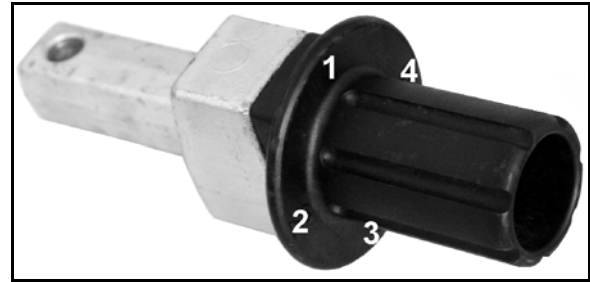

Fig. 42
Fininnstilling gjøres ved å dreie eksenterbolten (Fig. 42) fra posisjon 1 til posisjon 4.
4. Drei eksenterbolten (Fig. 42).